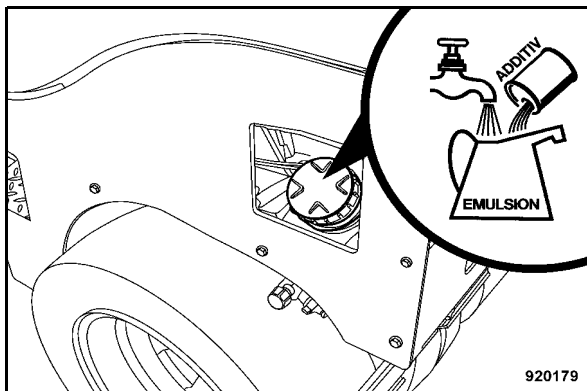

Fig. 128
- Dévisser le couvercle (Fig. 128) et vérifier la réserve en émulsion ; si nécessaire, rajouter du fluide en conséquence.